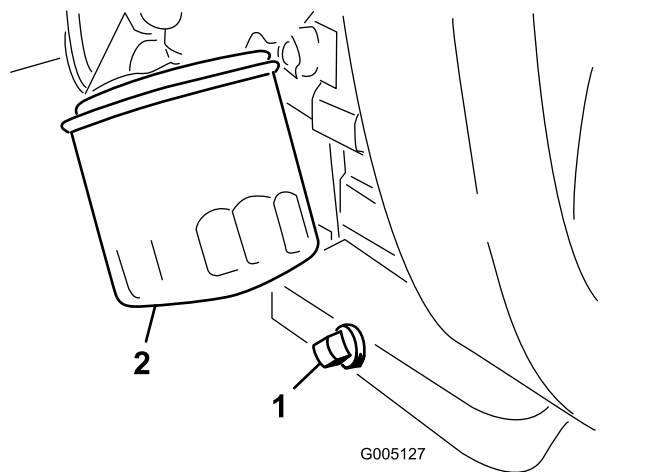

図 33
1. ドレンプラグ 図 33 を外してオイルを容器に受ける。
2. ドレンプラグのねじ山をきれいにして PTFE シーラントを巻き付ける 図 33。
3. オイルフィルタ 図 33 を外す。